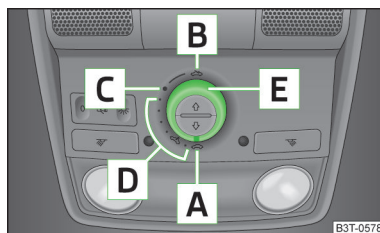
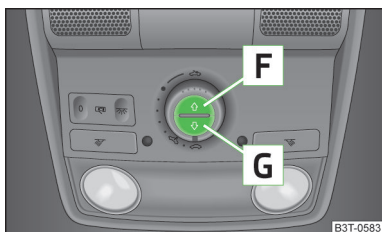

Fig. 28
Fig. 29
- Si p. ej. se desembornó y se volvió a embornar la batería del vehículo, puede ocurrir que el techo corredizo/elevable esté fuera de servicio. Poner entonces el conmutador giratorio en la posición de conmutación **A** » fig. 28 de la página 54, tirar de éste y sujetar en el rebaje hacia abajo y hacia adelante. A los 10 segundos el techo corredizo/elevable se abre y se cierra de nuevo. Sólo después se debe soltar de nuevo el conmutador giratorio.
- Si p. ej. se desembornó y se volvió a embornar la batería del vehículo, puede ocurrir que la cortinilla antisolar enrollable esté fuera de servicio. Girar el conmutador a la posición **A** » fig. 28 de la página 54, pulsar y mantener pulsada la tecla **G** » fig. 29 de la página 55. A los 10 segundos la cortinilla antisolar enrollable se abre y se cierra de nuevo. Sólo después se debe soltar de nuevo el conmutador giratorio.
- Girar el conmutador a la posición **C** » fig. 28.
Se puede abrir o cerrar la cortinilla antisolar enrollable con las teclas » fig. 29.
- Para abrir por completo pulsar brevemente la tecla **F** » fig. 29.
- Para cerrar por completo pulsar brevemente la tecla **G** » fig. 29.